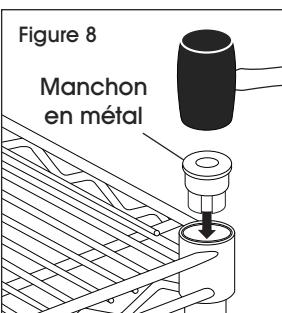

Figure 8
3. Insérez les manchons en métal dans les trous où se trouvaient les embouts en plastique. Assurez-vous que le manchon est inséré complètement dans le dessus du montant. Tapotez avec un maillet en caoutchouc pour fixer en place. (Voir Figure 8)